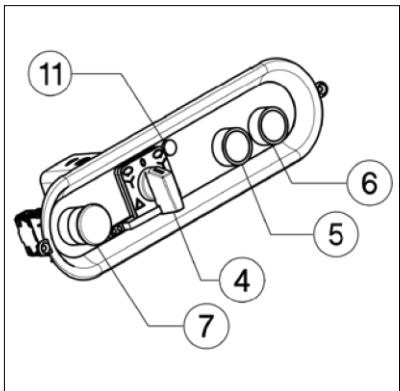
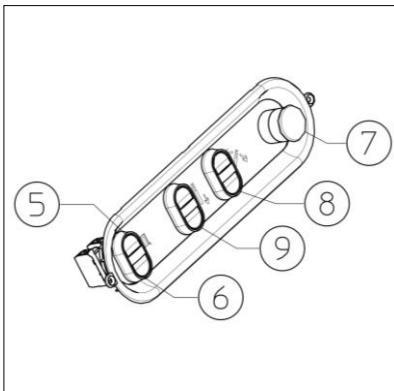
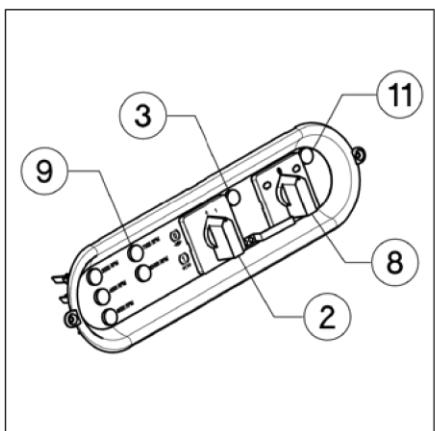
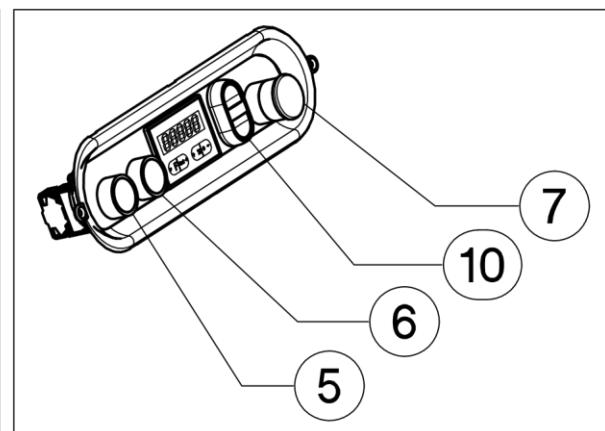

Fig.5
Fig.6 (enkel T110i)
Fig.7
Fig.8 (enkel T120)
- Nakijken of de remontgrendeling schakelaar (fig.7,2) op "0" staat. Als het gele verklipperlampje (fig.7,3) oplicht kan de motor niet opgestart worden. Daarna de ster-driehoekschakelaar (fig.5,4) op "ster" plaatsen en op de startknop (fig.5,5) duwen. De motor start in ster en na ongeveer 10 seconden moet overgeschakeld worden naar driehoek.
- De motor kan worden stilgelegd met de "STOP" knop (fig.5,6/fig. 6,6/fig.8,6) en met de noodstop (fig.5,7/fig.6,7/fig.8,7).
- Het is onmogelijk de machine terug op te starten als de toegangsdeur openstaat of als de remontgrendeling schakelaar (fig.7,2) op "1" staat en het gele verklipperlampje (fig.7,3) brandt.
- De controlelampjes (fig.7,9) duiden het toerental van de machine aan.
- De schakelaars (fig.6,9/fig.8,10) bewegen de topas elektrisch op en neer en de schakelaars (fig.6,8) bewegen de topas onder hoek (optie).
- Bij een automatische ster-driehoekschakeling, wordt de draairichting van de as bepaald door schakelaar (fig.7,8) waarna op de startknop kan gedrukt worden (fig.6,5/fig.8,5).
- Om te voorkomen dat de machine onbewust in de verkeerde draairichting wordt gezet, is er een extra beveiliging op de schakelaar voorzien. Als de machine in de andere richting draait, brandt het verklipperlichtje (fig.5,11/fig.7,11)